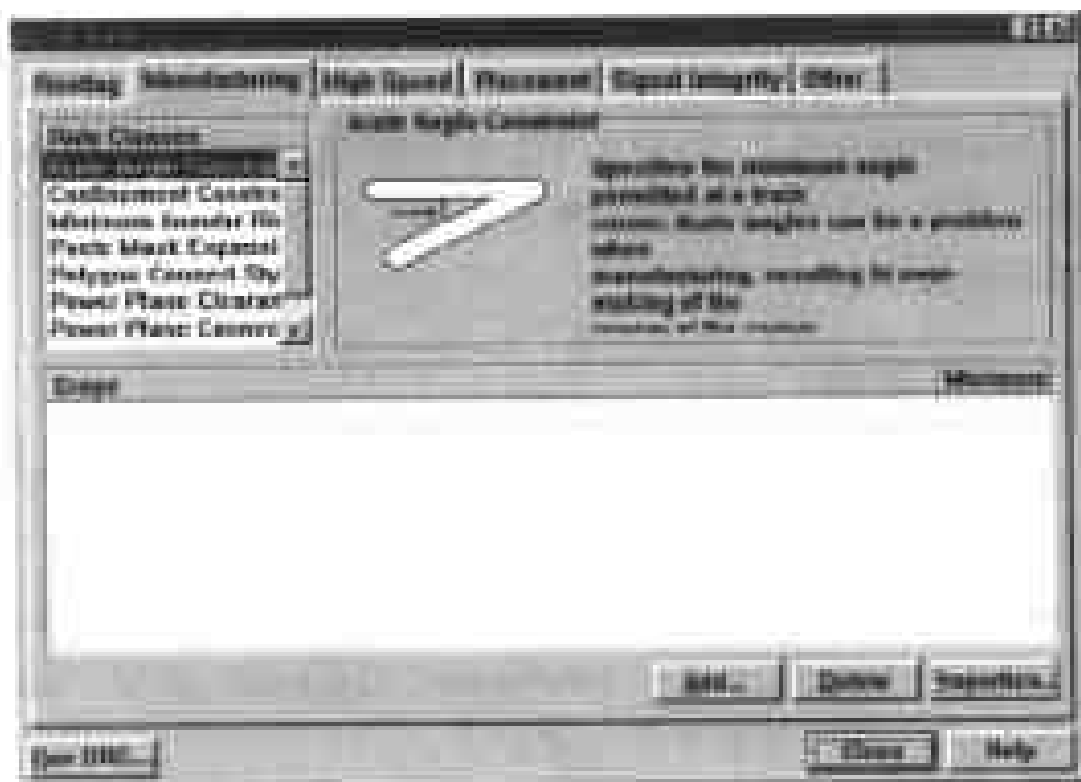

图 9-17 选择 Acute Angle Constraint
(1) 选择 Design > Rules,在弹出的 Design Rules 对话框中单击 Manufacturing 标签,此时的对话框如图 9-17 所示。